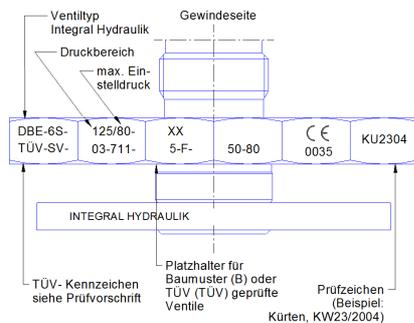
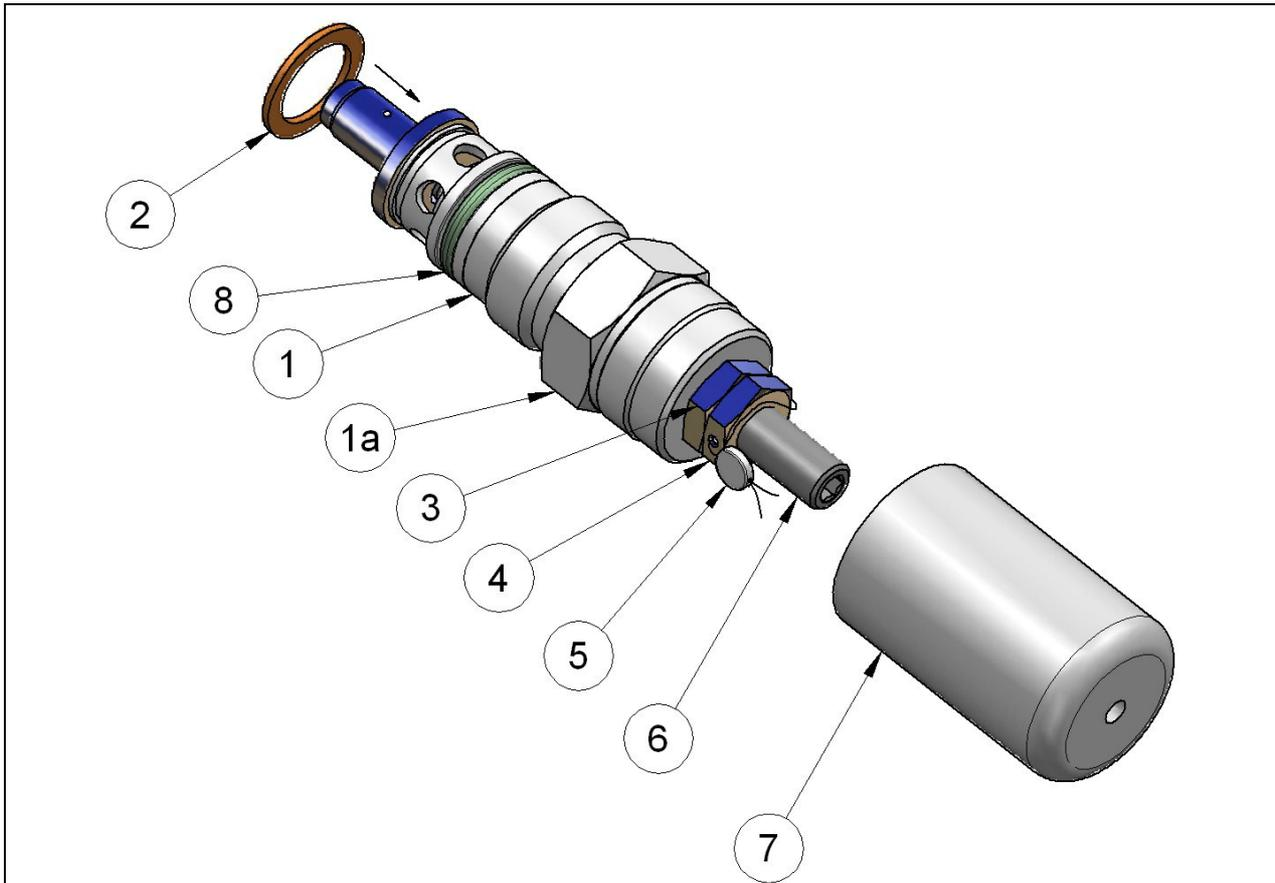

Abbildung 2: Ventilbeschriftung
Abbildung 3: Druckbegrenzungsventil DBE
Insbesondere ist der Unversehrtheit des O-Ringes (Abb.3, Pos.8) und des Usit-Ringes (Abb.3, Pos.2) Beachtung zu schenken.
Zur Montage darf ausschließlich der Gehäuseschsechskant (Abb.3, Pos.1a) mit der Schlüsselweite **SW 30** genutzt werden.
- Eingestanzte Typenbezeichnung-/Nenndaten auf dem Gehäuseschsechskant (Abb.2) mit Einsatzanforderungen abgleichen.
- Schutzkappe (Abb.3, Pos.7) abnehmen
- Ventil am Gehäuseschsechskant (Abb.3, Pos.1a) herausschrauben
- Kontrolle, ob Usit-Ring (Abb.3, Pos.2) aus der Einschraubgehäusebohrung entfernt ist
- Abgleich der Stempelung des Sechskantes mit den mitgelieferten Papieren und den Einsatzbedingungen (Abb.2 und Abb.3, Pos.1a)
- Sichtprüfung der Plombe (Abb.3, Pos.5) und des Plombendrahtes auf Beschädigungen.
- Schutzkappe (Abb.3, Pos.7) korrekt aufsetzen
- Abgleich der Stempelung des Sechskantes (Abb.3, Pos.1a) mit den mitgelieferten Papieren und den Einsatzbedingungen.
- Schutzkappe (Abb.3, Pos.7) entfernen
- Sichtprüfung der Plombe (Abb.3, Pos.5) auf Beschädigungen
- Kontermutter (Abb.3, Pos.3) und Plombenmutter (Abb.3, Pos.4) lösen
- Verstellspindel (Abb.3, Pos.6) entgegen dem Uhrzeigersinn (Innensechskant **SW5**) bis zum Anschlag drehen (Einstellung: drucklos)
- Unter Zuhilfenahme einer geeigneten Betriebsdruckanzeige durch Hereindrehen der Verstellspindel (Abb.3, Pos.6) im Uhrzeigersinn, den gewünschten Druck einstellen
- Kontern mit der Kontermutter (Abb.3, Pos.3) am Ventilkörper (Abb.3, Pos.1)
- Verstellspindel (Abb.3, Pos.6) mit der Schutzkappe (Abb.3, Pos.7) abdecken
- Unter Zuhilfenahme einer geeigneten Betriebsdruckanzeige durch Hereindrehen der Verstellspindel (Abb.3, Pos.6) im Uhrzeigersinn den gewünschten Druck einstellen